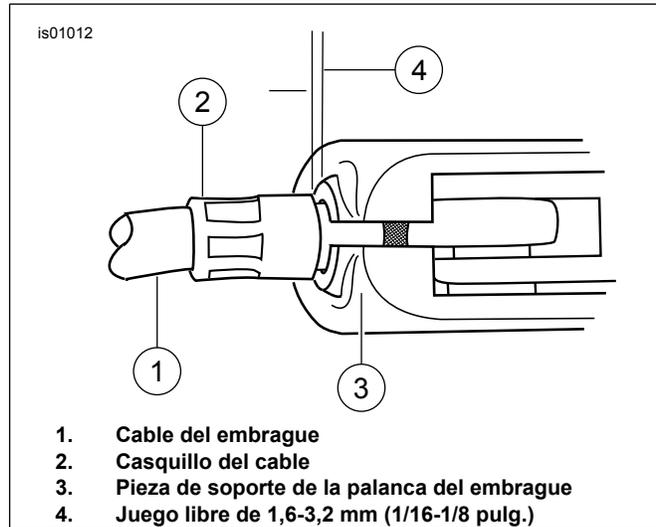

Figura 4. Palanca manual del embrague
- b. Vea la Figura 4. Para comprobar el juego libre, jale el casquillo del cable (2) del embrague para separarlo de la pieza de soporte de la palanca del embrague (3). Gire el ajustador del cable según sea necesario para obtener un juego libre de 1,6-3,2 mm (1/16-1/8 pulg.) entre el extremo del casquillo del cable y la pieza de soporte de la palanca del embrague.